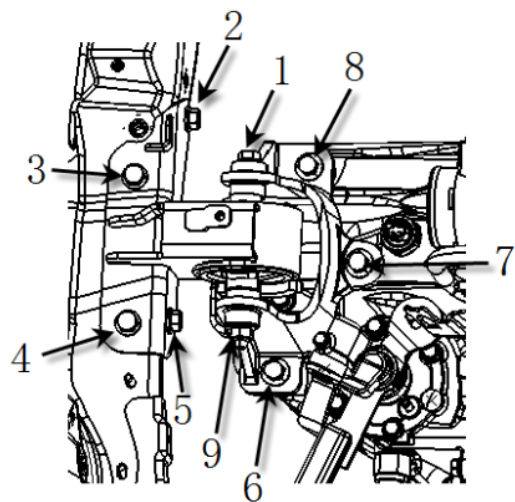
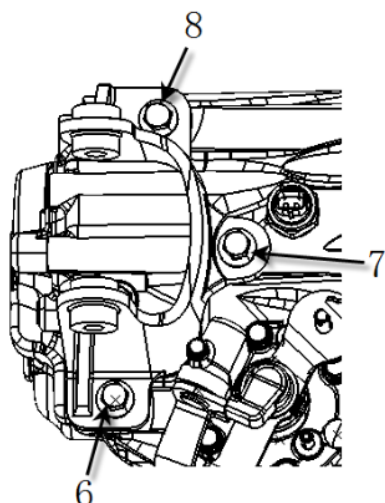

图 1 动力总成左悬置总成
图2 动力总成左悬置支架总成
拆除空滤器总成及进气管后，拆下左悬置支座和左悬置支架连接的 1 个六角法兰面螺栓 (1) 和螺母 (9)，紧接着拆下左悬置支座与纵梁连接的 4 个六角法兰面螺栓 (2、3、4、5)，即可拆下动力总成左悬置支座总成，如图 1。
再拆下左悬置支架总成与变速箱连接的 3 个六角法兰面螺栓 (6、7、8)，即可拆下动力总成左悬置支架总成，如图 2。
将更换后的左悬置支架总成放入上图2所示的位置，然后带上左悬置支架与变速箱对应安装孔上的3个六角法兰面螺栓(6、7、8)并打紧。再将更换后的左悬置支座放入上图1所示的位置，然后带上左悬置支座与纵梁对应安装孔上的4个六角法兰面螺栓(2、3、4、5)并带上和左悬置支架连接的1个六角法兰面贯穿螺栓(1)、螺母(9)并打紧。即完成动力总成左悬置总成的安装。